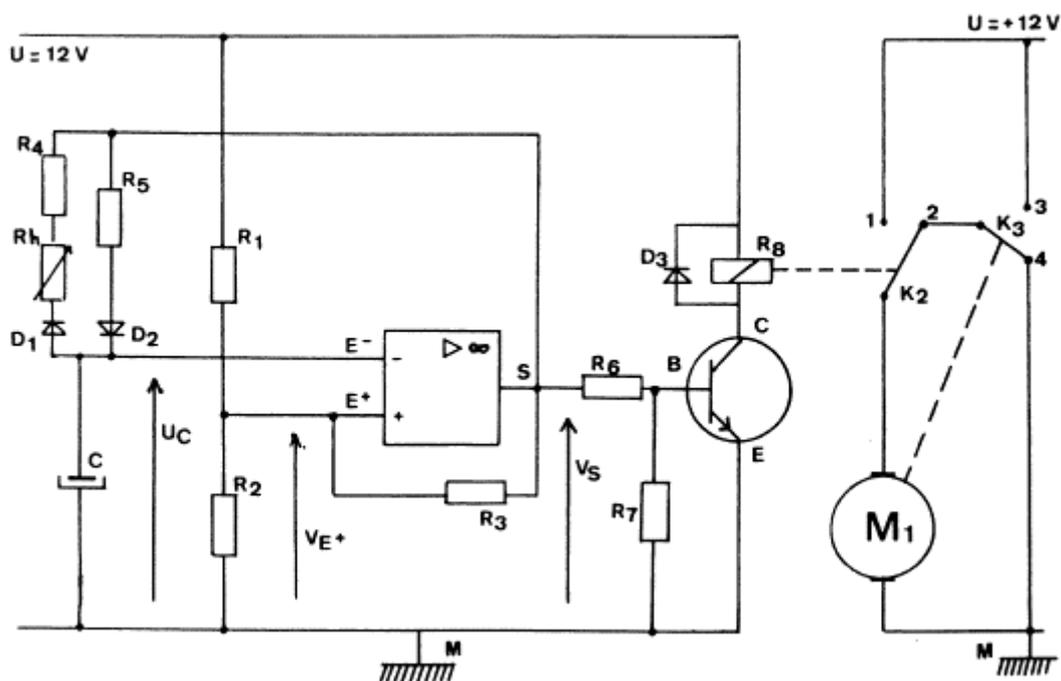

FIGURE 5 6/7
- On assemble les montages des figures 1 et 3 (voir figure 5), on a alors  $V_{E-} = U_C$ . Compléter la figure 2a en y ajoutant la courbe donnant les variations de  $U_C$  en fonction du temps.
La tension  $V_S$  commande un relais qui permet la mise en marche du moteur (voir figure 5). On rappelle que lorsque le transistor est bloqué le relais se comporte comme un interrupteur ouvert, et comme un interrupteur fermé lorsque le transistor est saturé.
Voir figure 5. Le relais commande l'ouverture et la fermeture de  $K_2$ .